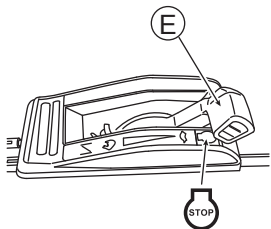

рис. 21
6. Для прерывания кошения в середине работы или по окончании кошения верните в исходное положение рычаг сцепления (B) и рычаг ножа (C) и далее установите рычаг газа (E) в положение «» (См.Рис.21).